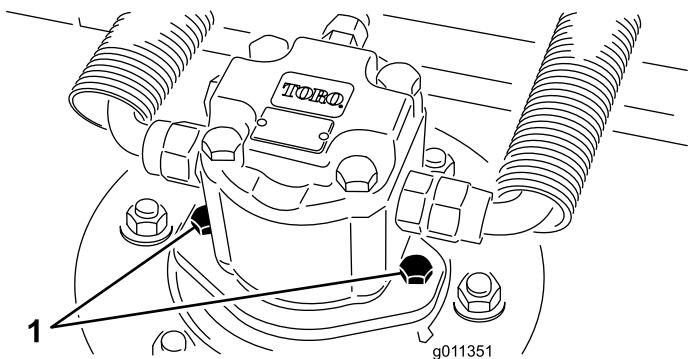

Figure 71
2. Débranchez et déposez le moteur hydraulique du plateau de coupe (Figure 71). Couvrez le dessus de l'axe pour éviter toute contamination.
3. Montez le moteur hydraulique sur le plateau de coupe (Figure 71). Vérifiez que le joint torique est en place et en bon état.